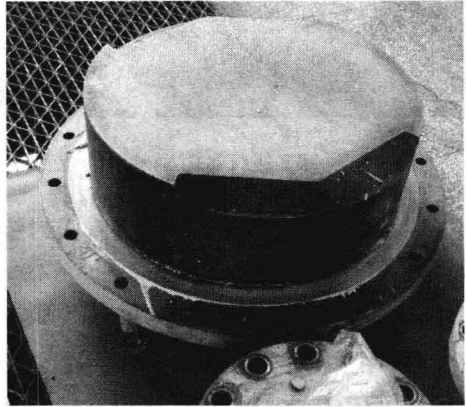

图 1-5 压缩机 2 级气缸盖
15) 拆卸气缸盖的法兰连接螺栓，同样要在对称位置留下两条螺栓，松开这两条螺栓，但不要卸下螺母，轻轻撬开气缸大盖法兰，确认气缸内部没有余压以后，再将这两条螺栓拆下。按此方法，拆卸全部气缸大盖，在气缸盖上设有顶丝，用顶丝将气缸盖顶出来，然后放在铺有木板和胶皮的地面上，图 1-5 为压缩机 2 级气缸盖的实物图片。